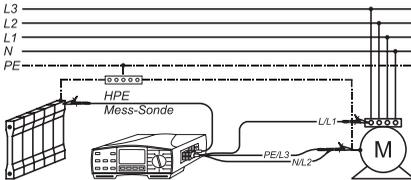

Bild 71: Anschluss der Messleitungen mit Mess-Sonde
- Die Messleitungen mit dem Prüfling gemäß Bild 71 verbinden. Zusätzlich die Mess-Sonde an die Anschlussbuchse C2/P (15) anschließen. Falls gewünscht kann mit der Taste 'HILFE' diese Anschlussinformation direkt am Messgerät abgerufen werden, mehrfaches Drücken der Taste 'HILFE' zeigt verschiedene Anschlussmöglichkeiten an.